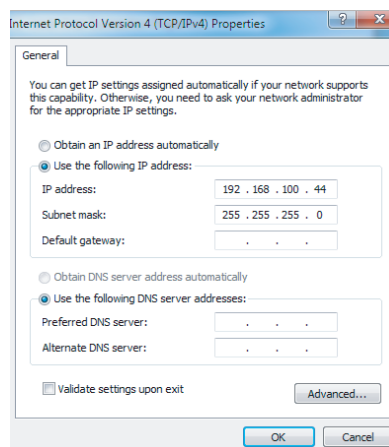

Figura 8.
- i. Abrir la página Internet Protocol TCP/IP Properties (**Figura 8**). Si se selecciona la opción "Use the following IP address", y se despliega una dirección IP allí listada, indicará que la dirección IP local es una dirección IP estática. De otra manera, se trataría de una dirección IP dinámica, lo cual requerirá de la configuración de una dirección IP estática.
Ingresar **"ipconfig"** y pulsar **"ENTER"** Se desplegará la dirección IP dinámica. Utilizar esta dirección IP como dirección IP en la página Internet Protocol TCP/IP Properties (**Figura 8**) para completar la configuración de la dirección IP estática. Consultar al administrador de red local para mayores detalles.